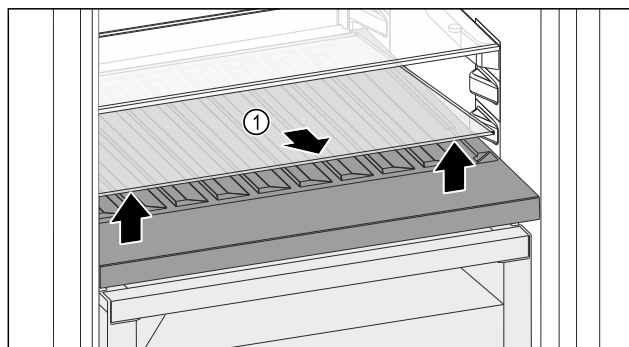

Fig. 114
- ▶ Løft glaspladen Fig. 114 (1) i udsparringen foran, og tag den ud.
- ▶ Opbevar glaspladen Fig. 114 (1) forsvarligt uden for enheden.